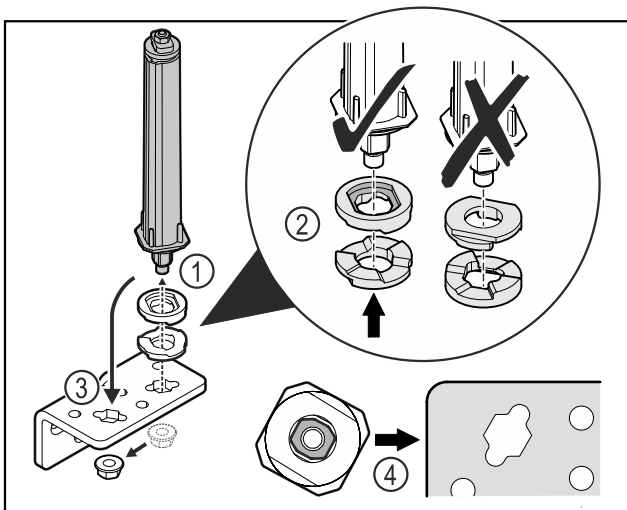

Fig. 47
- ▶ Atlaisvinkite veržlę ir pašalinkite durų uždarymo sistemą Fig. 47 (1).
- ▶ Atkreipkite dėmesį į tai, kad aukščio reguliavimo poveržlės būtų tinkamai išlygiuotos Fig. 47 (2).
- ▶ Perkelkite durų uždarymo sistemą šarnyriniame kampuotyje ir užfiksuokite veržle Fig. 47 (3).
- ▶ Įstatydami atkreipkite dėmesį į tai, kad durų uždarymo sistema būtų tinkamai išlygiuota Fig. 47 (4).